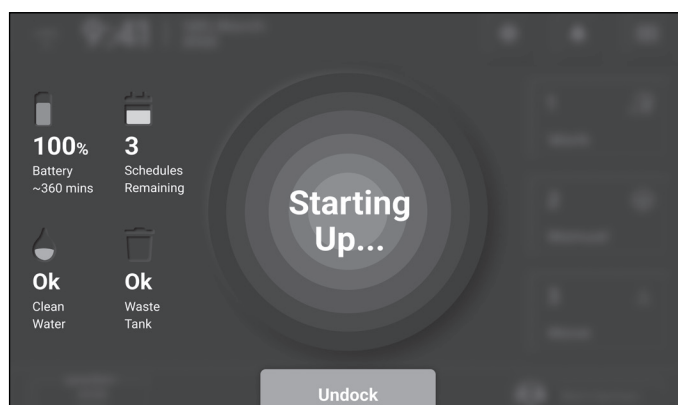

Figure 64
- Une fois la machine revenue à la station, l'écran tactile devient vert et affiche « Démarrage » (**Fig. 64**). Cela indique que la machine est amarrée à la station. Cependant, la machine peut réessayer de s'amarrer si la machine ne démarre pas la charge.
- L'écran tactile deviendra vert et affichera « Démarrage » (**Fig. 64**). Cela indique que la machine est amarrée à la station. Cependant, la machine peut réessayer de s'amarrer si la machine ne démarre pas la charge.